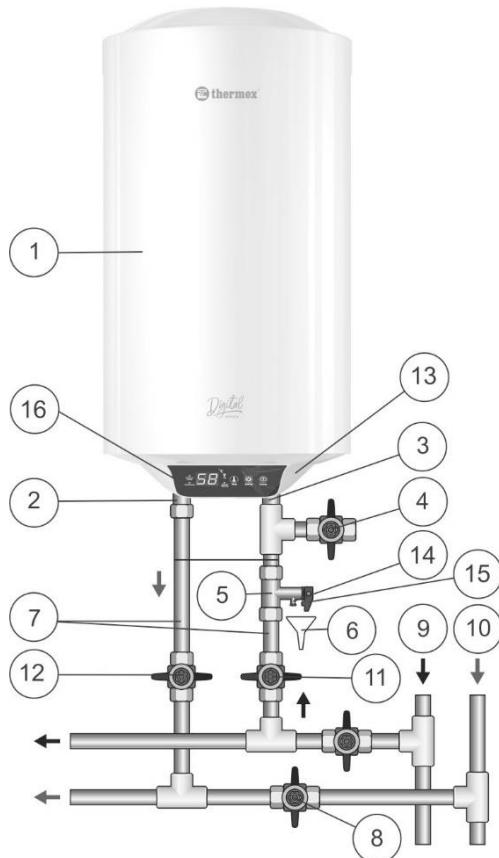

Fig. 1. Schema del collegamento idraulico dello scaldacqua
E indispensabile provvedere regolarmente (minimo una volta al mese) allo scarico di una porzione piccola dell'acqua dall'attacco di scarico della valvola di sicurezza alla canalizzazione per lo scopo di pulizia del calcare e controllo di funzionalità della valvola di sicurezza. Una leva (Fig. 1, pos.15) serve per aprire la valvola di sicurezza. Occorre assicurare che durante il funzionamento dello scaldacqua la leva suindicata sia in posizione che chiuda lo scarico dell'acqua dal serbatoio.
Montare la valvola di sicurezza (Fig. 1, pos.5) all'entrata dell'acqua fredda (Fig. 1, pos.3), un raccordo con anello di colore blu, a 3,5-4 giri assicurando la tenuta idraulica del collegamento con qualsiasi materiale di guarnizione (lino, nastro Teflon, etc.).
Il collegamento idraulico si effettua secondo le indicazioni riportate sulla Fig. 1 esclusivamente a mezzo dei tubi di rame, tubi multistrato di tipo «M-pipes» (costituite da strati polimerici e metallici) o di plastica oppure dei raccordi flessibili idraulici. E vietato l'utilizzo dei raccordi flessibili idraulici già usati. Si consiglia di alimentare lo scaldacqua con l'uso di filtro defangatore montato sulla tubazione di acqua fredda (non in dotazione).
Fig. 1: 1 – Scaldacqua, 2 – raccordo per l’uscita dell’acqua calda, 3 – raccordo per l’entrata dell’acqua fredda, 4 – rubinetto di scarico (non in dotazione), 5 – valvola di sicurezza, 6 – scarico alla canalizzazione (non in dotazione), 7 – tubi di alimentazione, 8 – chiudere il rubinetto quando lo scaldacqua è in uso, 9 – tubo di acqua fredda, 10 – tubo di acqua calda, 11 – rubinetto dell’alimentazione di acqua fredda, 12 – rubinetto dell’uscita di acqua calda, 13 – calotta di protezione, 14 – attacco di scarico della valvola di sicurezza, 15 – leva di apertura della valvola di sicurezza, 16 – pannello di comando.
NB: per facilitare la manutenzione dello scaldacqua durante il suo uso si consiglia d'installare il rubinetto di scarico (Fig. 1, pos.4) in conformità alle indicazioni fornite sulla Fig. 1 (per i modelli non dotati del raccordo di scarico (non è in dotazione)).